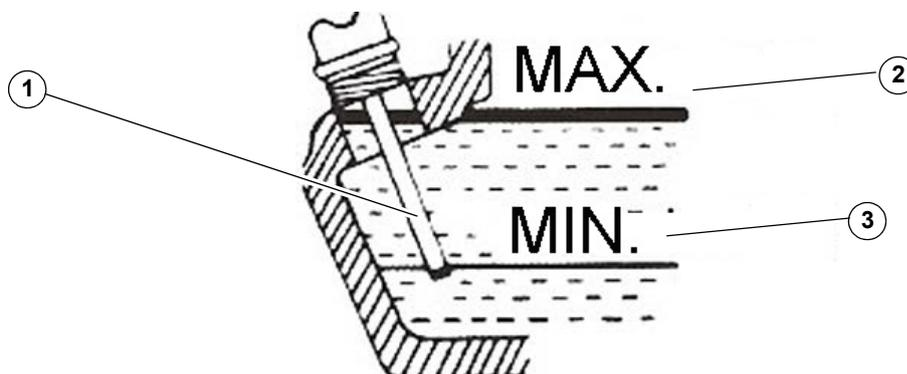

Abb. 5-3: Ölstand prüfen
- Entfernen Sie den Öldeckel/Ölmessstab (Pos. 1, Abbildung 5-3) und wischen Sie den Stab mit einem Lappen oder sauberen Tuch ab.
- Entfernen Sie erneut den Öldeckel/Ölmessstab. Der Ölstand sollte sich zwischen der oberen (Pos. 2, Abbildung 5-3) und unteren Markierung (Pos. 3, Abbildung 5-3) auf dem Ölmessstab liegen.
- Setzen Sie den Öldeckel/Ölmessstab (Pos. 1, Abbildung 5-3) wieder vollständig ein und fixieren Sie den Öldeckel handfest.